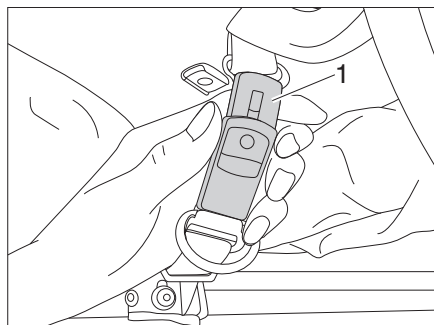

Fig. 43 Apertura della cintura di sicurezza
- Aprire le cinture di sicurezza (Fig. 43,1).